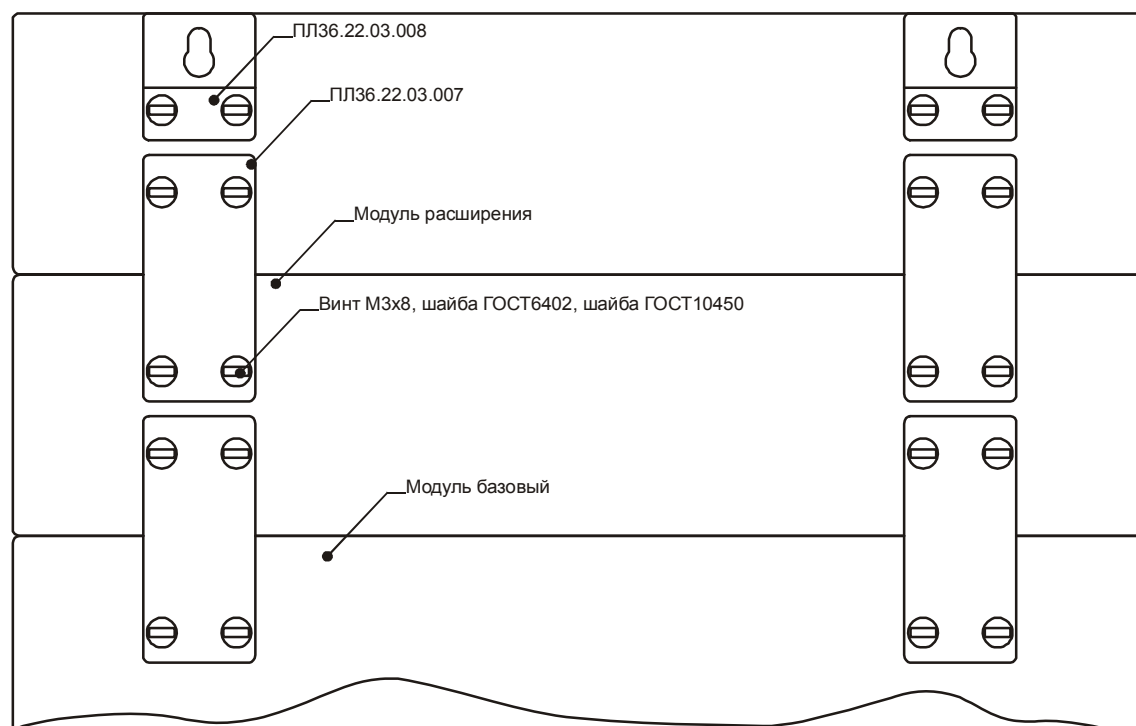

Рисунок 2-3 Сборка модуля базового с модулем расширения.
2.4.1. При наличии модулей расширения необходимо сначала прикрепить их к модулю базовому при помощи комплекта монтажных частей (см. Рисунок 2-3).